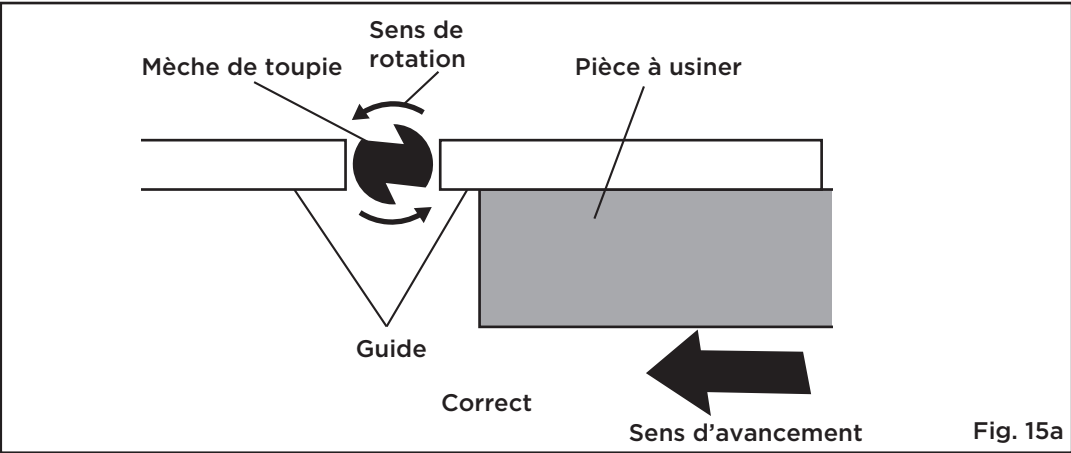

Fig. 15a
EFFECTUER UN OPÉRATION DE TOUPILLAGE (fig. 15a-15b)
- Une rainure peut être coupée dans la pièce en reculant le guide de la fraise. Lorsque vous coupez une rainure, avancez la pièce de droite à gauche. Lorsque vous élargissez une rainure existante, assurez-vous que le côté coupé est contre le bord d'attaque de la mèche. Ce serait le côté le plus éloigné du guide lorsque la pièce est avancée de droite à gauche, comme le montre la fig. 15a-15b.